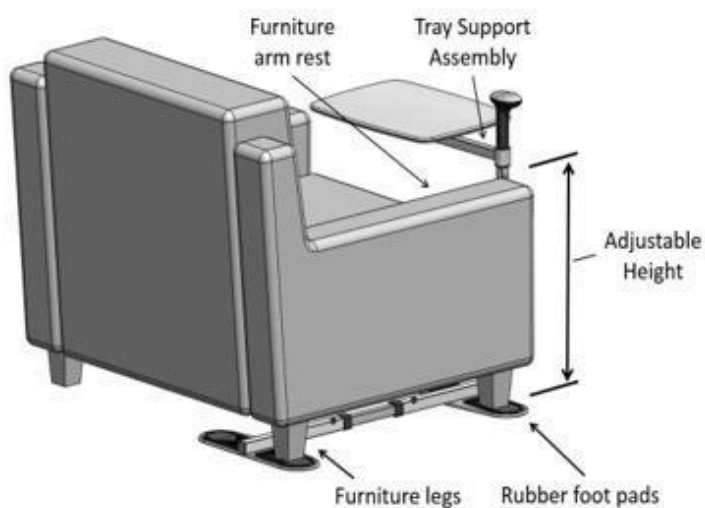

**FIGURA 6**
6. Presione el pasador de resorte en el conjunto de soporte de la bandeja y deslice el conjunto de soporte de la bandeja en el conjunto vertical. Permita que el pasador de resorte se enganche en cualquiera de los agujeros en el conjunto vertical como se muestra en la FIGURA 6.